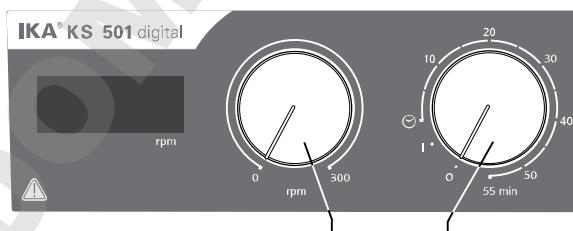

Fig. 3
- ⇒ Για να ενεργοποιήσετε τη συσκευή, περιστρέψτε το διακόπτη ενεργοποίησης/απενεργοποίησης και το χρονοδιακόπτη (**B**, βλέπε Fig. 3) δεξιόστροφα στη θέση «1».
- ⇒ Ρυθμίστε τον αριθμό στροφών κινητήρα με το ρυθμιστή αριθμού στροφών (**C**, βλέπε Fig. 3). Ο αριθμός στροφών του κινητήρα μπορεί να ρυθμιστεί από 0 έως 300 rpm.